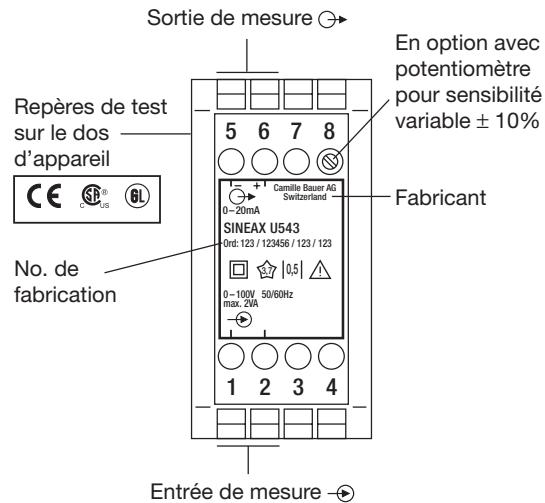

Fig. 3. Déclaration pour la plaque signalétique.
- ... que les caractéristiques techniques qui permettent de résoudre le problème de mesure correspondent aux données mentionnées sur la plaque signalétique du SINEAX U 542 (→ entrée de mesure, → sortie de mesure, voir Fig. 3)!
Admissible alteration of full scale output, variable sensitivity, adjustable with potentiometer (voir fig. 3)